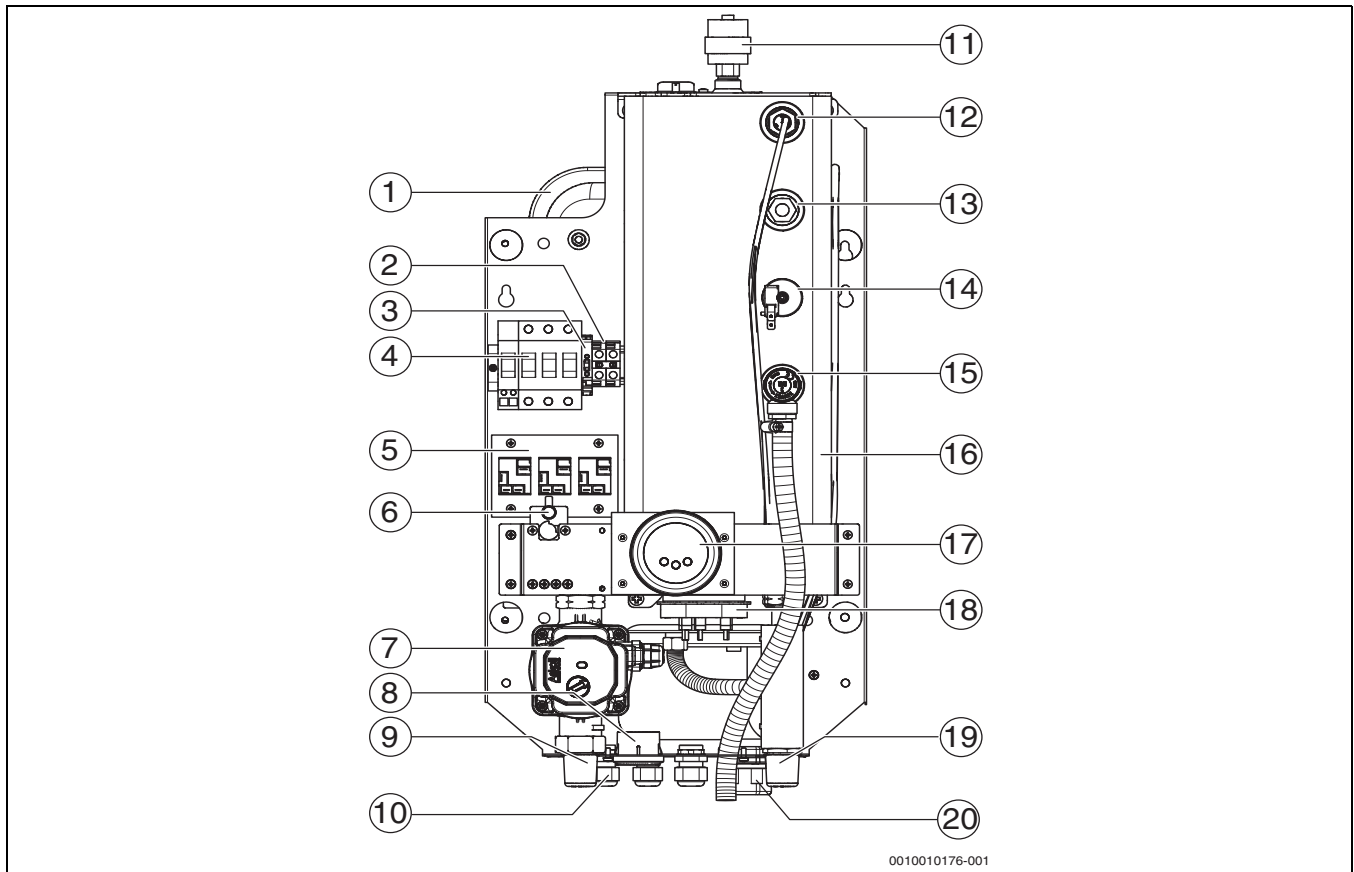

Bild 1 Funktionselemente des Heizgeräts Tronic Heat 3500 4-12 kW
- ▶ Sicherheitsventil nie verschließen (→ Abb. 1, S. 7, [15])